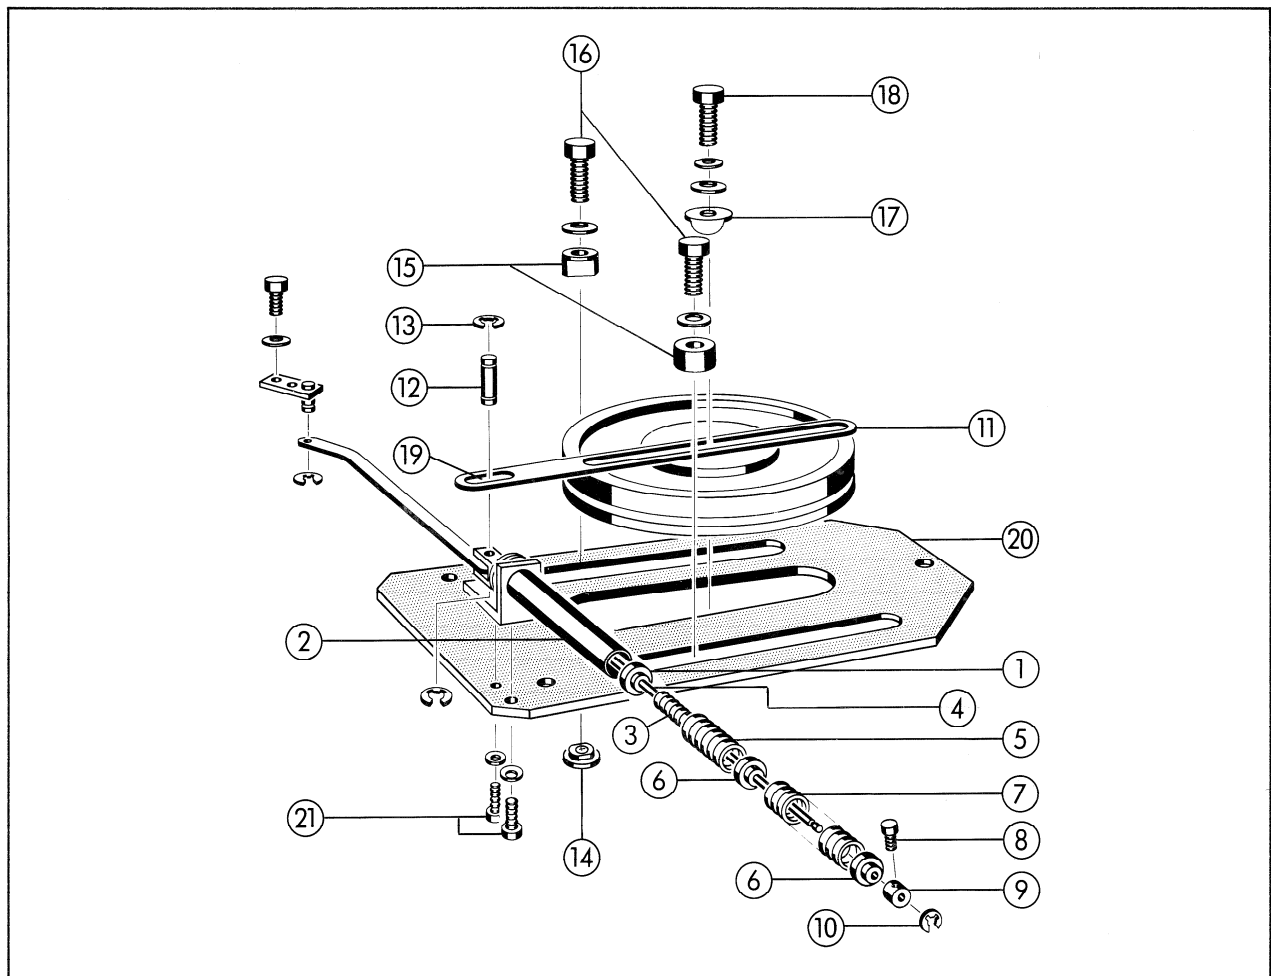
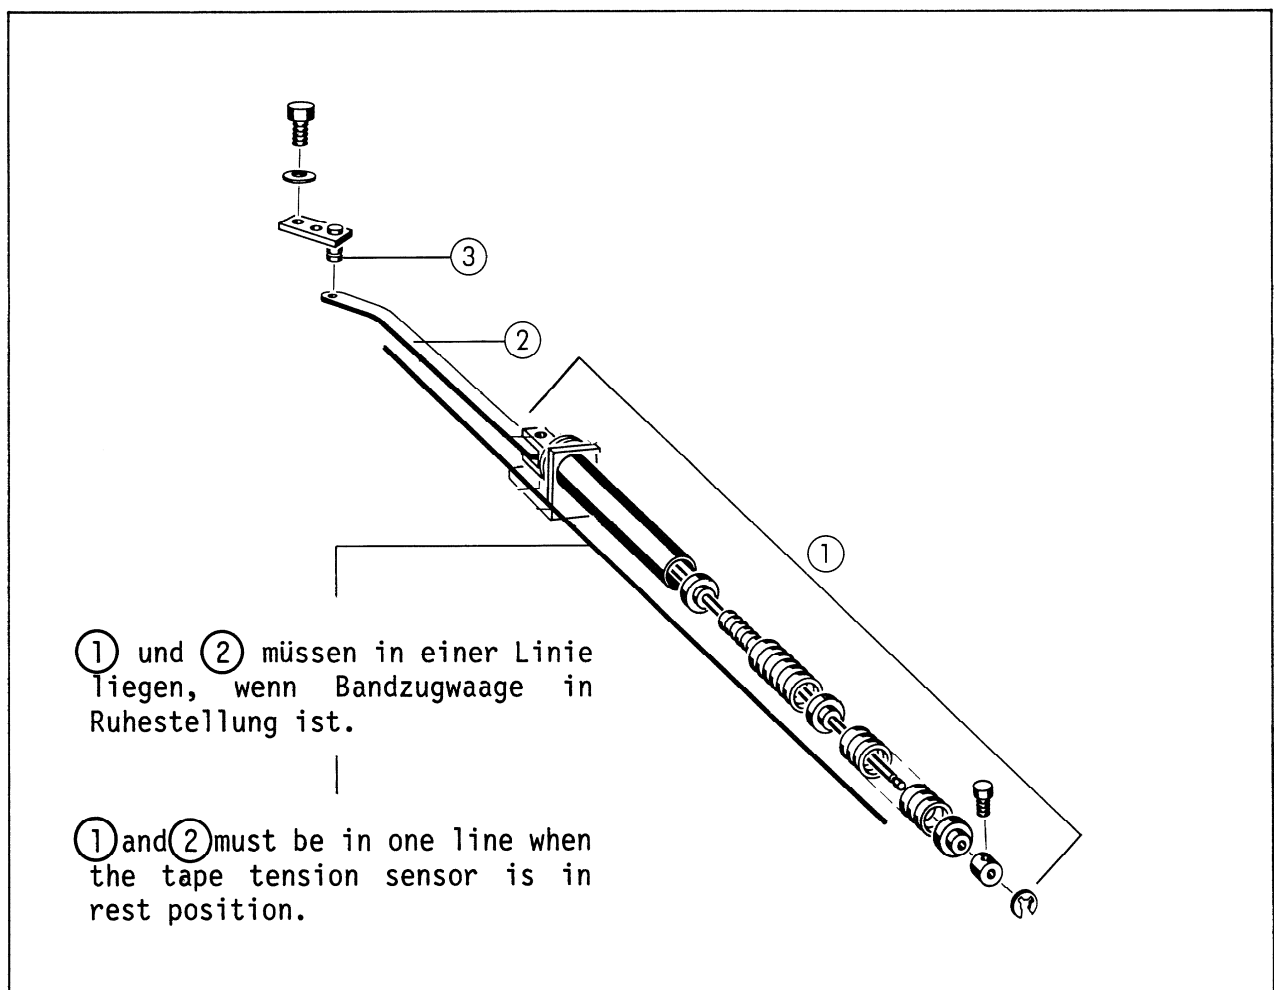
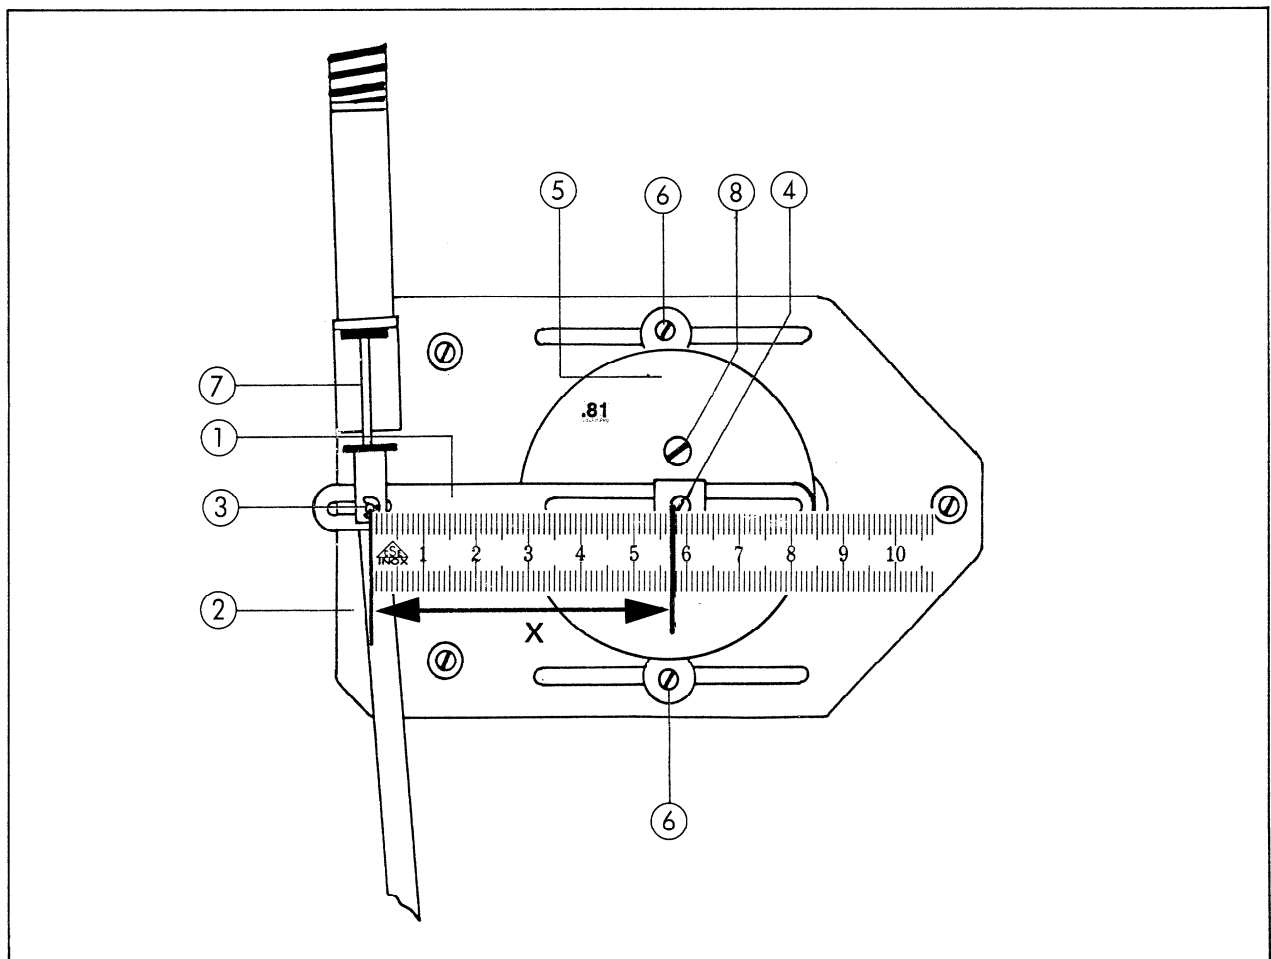

Fig. 3
Fig. 4
Fig. 5
| <p>4. Kontrollieren, dass die Führungshülse ① fest im Führungsrohr ② sitzt, ansonsten einleimen. (Fig. 3).</p> | <p>4. Check and make sure that the guiding sleeve ① is firmly seated in the guiding tube ② if not, cement it in place (fig. 3).</p> |
3. Den neuen Hebel (11) wieder über die Achse (12) schieben und Achse mit Seegerring (13) gemäss Fig. 3 wieder befestigen.
4. Die spez. Muttern (14) von unten in die Langlöcher stecken und die Klemnteile (15) mittels den Schrauben (16) und samt den Sperrscheiben leicht anziehen.
6. Den Hebel (11) mit der Dämpfungsdose koppeln und den Klemmbügel (17) auf den Hebel aufstecken. Schraube (18) mit Unterlagsscheibe und Sperring leicht anziehen.
7. Hebel (11) so verschieben, dass die Kopplungsachse (12) in die Mitte des Langloches (19) zu liegen kommt. Schraube (18) festziehen.
3. Put the new lever (11) over the pin (12) push it back and lock it with the circlip (13) according Fig. 3.
4. Guide the special nuts (14) from the underside into the elongated holes and tighten the clamping parts (15) slightly with screws (16) and lockwashers.
5. Put the dashpot into the center elongated hole. Hook the clamping parts into the groove of the dashpot, and tighten the screws (16).
6. Couple the lever (11) to the dashpot. Slip the clamping bow (17) on to the lever and tighten washer and lock slightly with screw (18).
7. Slide the lever (11) into such a position that the coupling pin (12) is situated in the center of the elongated hole (19). Fasten screw (18).
1. Darauf achten, dass bei Ruhestellung der Bandzugwaagen (Bandzugwaage nicht ausgelenkt), das Federelement ① in einer Flucht (Linie) zum Kupplungsgestänge ② liegt. (Siehe Fig. 4). Falls dies nicht zutrifft, muss die komplette Dämpfungselementgrundplatte ⑳ nochmals gelöst werden (3 Inbusschrauben 3 mm) damit die Schrauben ㉑ zugänglich werden, um das Federelement leicht neigen zu können. (Siehe Fig. 3).
1. Make sure the spring element ① is in line with the coupling rod ②, when the tape tension sensor is in rest position (tape tension sensor not deflected). (See fig. 4). If this is not the case, remove the complete dashpot mounting plate ㉑ (Allen/key screws 3 mm). See fig. 3. Loosen the screws ㉒ and swing the spring assembly sideways until the spring ass. ① is in line with the coupling rod ② according to drawing 4. (The ends of the spring assembly ① are pointing slightly to the outside of the tape transport when properly aligned).
- (2) Ev. Stelling (9) (siehe Fig. 3) vom Anschlag der Wellensicherung (10) leicht distanzieren (max. 4 mm), um einen sauberen Rücklauf der Bandzugwaagensensoren aus jeder Auslenkungsposition gewährleisten zu können.
- (3) Auf minimale Dämpfung und minimalstes Zurückfedern abgleichen. (Der Rücklauf aus der Vollausslenkung der Bandzugwaagensensoren ist bei richtiger Position zügig und kann zu hörbarem Anschlagen führen).
- (2) Make sure that the tape tension sensors return fully from any deflection position. If this is not the case, move the adjusting ring (9) (see fig. 3) slightly from the circlip (10) (max. 4 mm).
- (3) Adjust for minimum damping and for minimum rebounding. (The tape tension sensor's return from the fully deflected position is rather fast and may cause audible stop noise).
1. Ist das Gestänge (7) Fig. 5 sauber und fettfrei? Dasselbe gilt für die Kopplungsachse (3) Fig. 5 sowie die Welle (3) Fig.4.
2. Kann sich die Kopplungsachse (3) Fig. 5 frei im Langloch bewegen, ohne zu streifen.
3. Bilden das Kopplungsgestänge (2) und das Federelement (1) Fig. 4 eine Gerade, wenn sich die Bandwaagensensoren in Ruhestellung (nicht ausgelenkt) befinden?
1. Make sure the shaft (7) (fig. 5) is clean and free from grease. Check for the same clean condition on the coupling pin (3) (fig. 5) and on the bolt (3) (fig. 4).
2. Check that the coupling pin (3) (fig. 5) is able to move freely in the slot without scratching or hinderance.
3. Check that coupling rod (2) and spring assembly (1) (fig. 4) are forming a straight line when the tape tension sensors are in their rest position (not deflected).